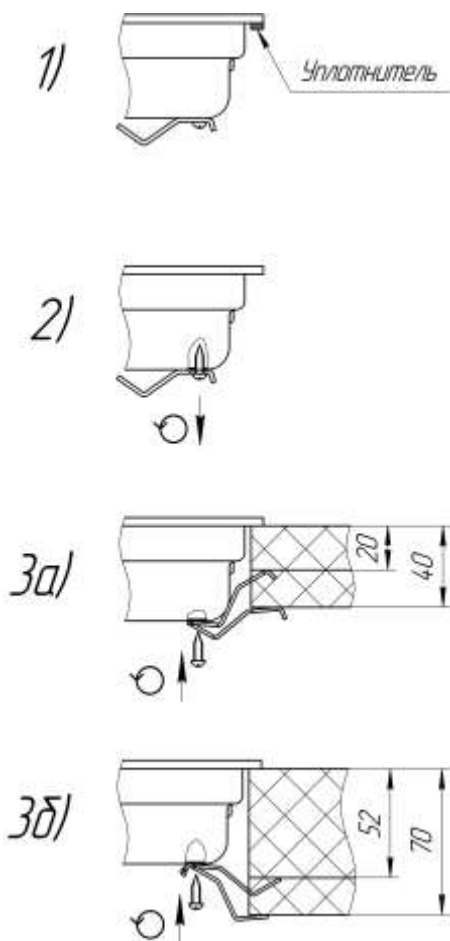

Рис. 2. Порядок установки варочной панели.
- наклейте уплотнитель (входит в комплект) на тыльную сторону стеклокерамической поверхности ровно по контуру панели (Рис. 2, пункт 1);
- полностью выкрутите из основания панели два самонарезающих винта, крепящих прижимные планки (Рис. 2, пункт 2);
- Для столешницы толщиной 20-40 мм расположите прижимную планку согласно Рис. 2, пункт 3а; для столешницы толщиной 52-70 мм расположите прижимную планку согласно Рис. 2, пункт 3б. Слегка прижмите панель к столешнице и закрепите прижимные планки самонарезающими винтами.